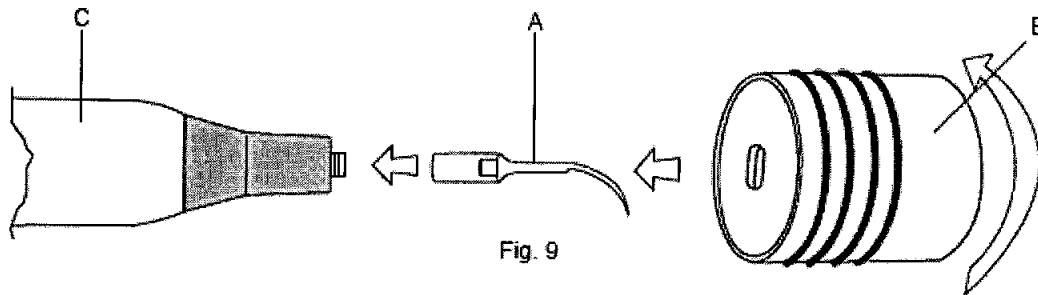

Fig. 9
2. Atornillar el inserto seleccionado en la pieza de mano del ablator hasta llevarlo al tope (Fig.9 - Ref.A).
Para el uso correcto de la llave dinamométrica (Fig.9 - Ref.B) operar de la siguiente manera:
ATENCIÓN: No se debe empuñar la pieza de mano en la parte terminal y/o en el cordón, se debe empuñar tomando el cuerpo de plástico (Fig.9 - Ref.C) y no debe girarse durante el apriete.